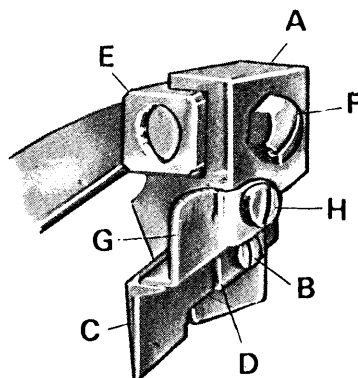

fig. 12
9. Montaggio del coltello superiore (fig. 12)
2. Sbloccare la vite F (fig. 12)
3. Spingere verso destra o verso sinistra il supporto A del coltello superiore (fig. 12) per ottenere l'altezza di costa voluta.
4. Bloccare la vite F (fig. 12)